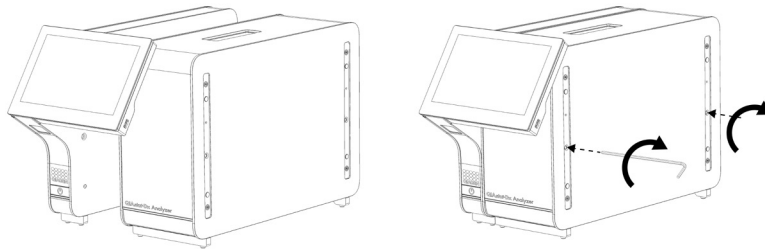

图 6. 将运行模块连接到分析模块。
3. 将运行模块从包装箱中取出，然后将其连接到分析模块的左侧。使用 QIAstat-Dx Analyzer 1.0 自带的分析-运行模块装配工具拧紧螺丝（图 6）。